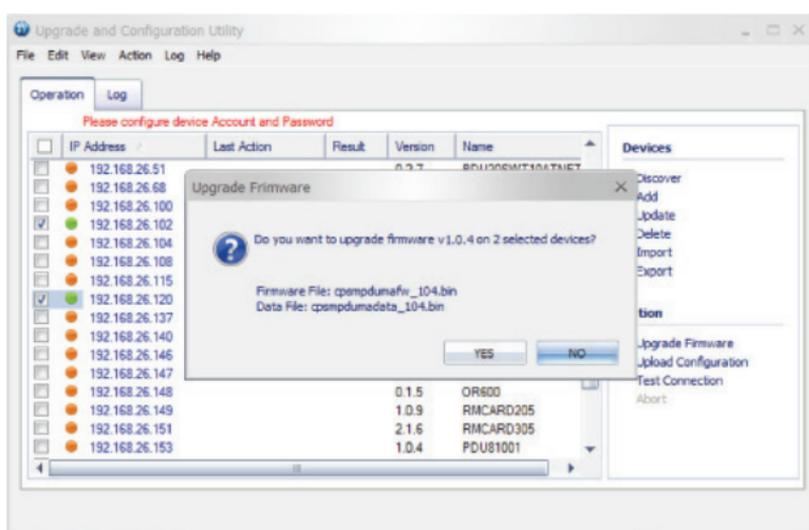

Figure 5
8. Cliquez sur **OK** dans la fenêtre de confirmation de **Upgrade Firmware** (Figure 5).